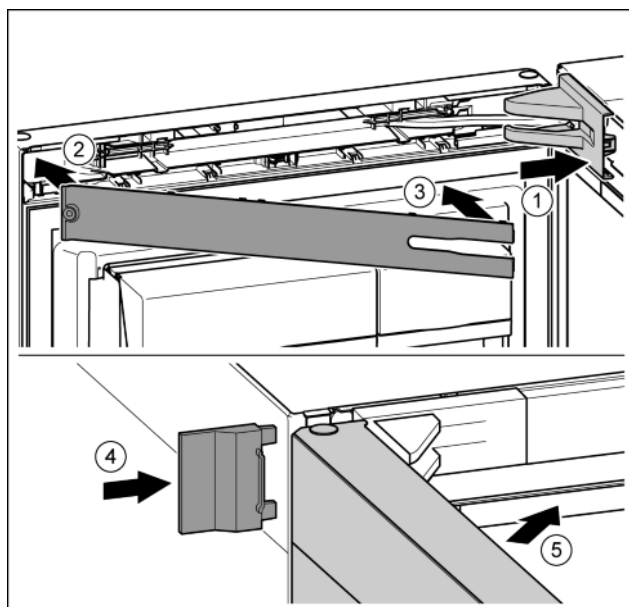

Fig. 42
- ▶ Założyć osłonę płytki zawiasu i zazębnić, ew. ostrożnie odsunąć. Fig. 42 (1)
- ▶ Założyć zaślepkę. Fig. 42 (2)
- ▶ Przechylić i zazębnić zaślepkę. Fig. 42 (3)
- ▶ Wsunąć zewnętrzną osłonę. Fig. 42 (4)
- ▶ Zamknąć górne drzwi. Fig. 42 (5)